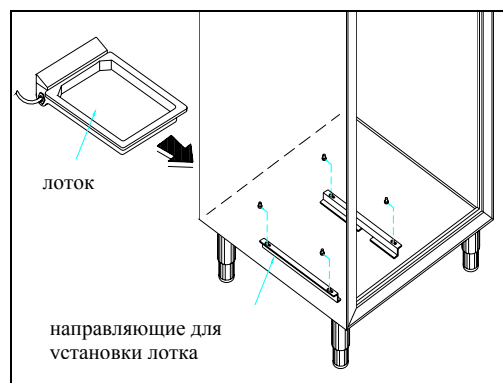

Рис. 3 (см.приложение 4 .1)
- Ввести в соответствующие направляющие, расположенные в нижней части холодильника, лоток для стока конденсирующейся жидкости, а для аппаратов с автоматическим лотком – установить соединитель **(Рис.3)**